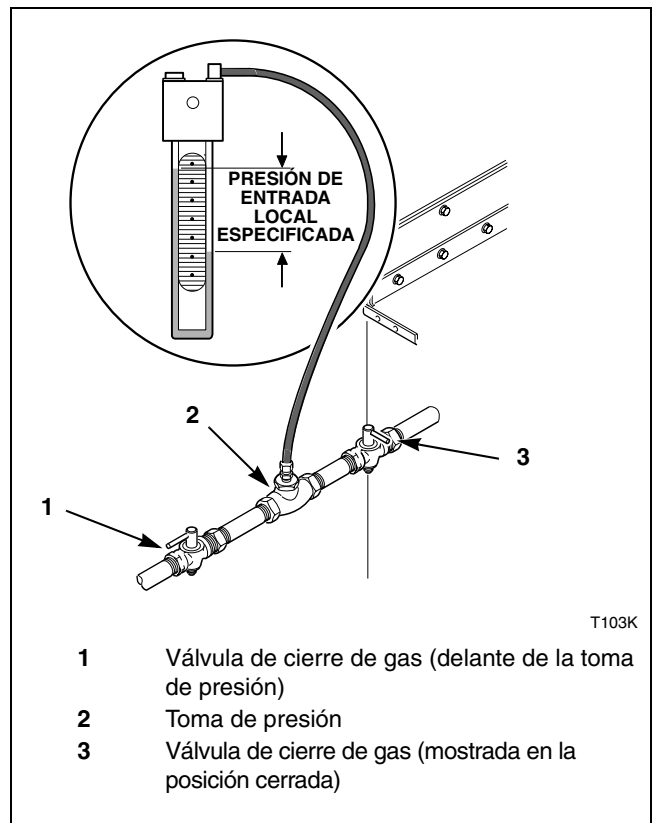

Figura 6
1. Desconecte la corriente eléctrica de la secadora. Cierre la válvula de cierre de gas de la secadora. Consulte la *Figura 6*.